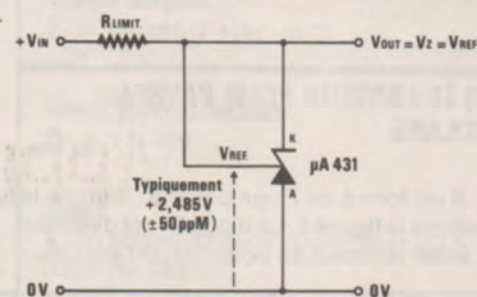

Figure 3 : Montage de base du \$\mu A\$ 431 (précision maximum).
Sur la figure 3, nous l'avons représenté dans son application fondamentale, en étalon de tension de 2,5 V. Il suffit de réunir \$V_{REF}\$ à la cathode (K) et de travailler avec un courant \$I_Z\$ compris entre 2 et 100 \$\mu\$A. Dans ce cas, \$V_{OUT} = V_Z = V_{REF} = 2,485\$ V (typiques).